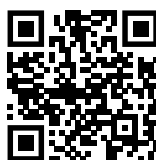

Fig. 127
- Otworzyć Liebherr SmartMonitoring Dashboard. (patrz Fig. 127)